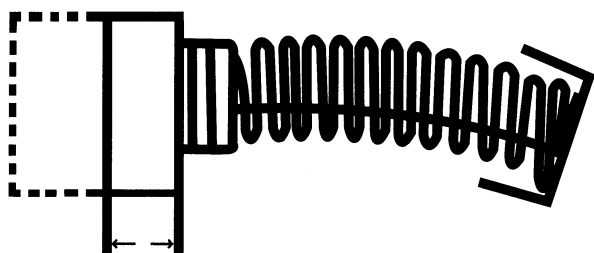

Figure 10
1. Afin d'éviter la production d'étincelles, remplacez les balais du moteur lorsqu'ils deviennent usés à environ 6 mm (1/4"). Les deux balais doivent être remplacés en même temps (Figure 10).